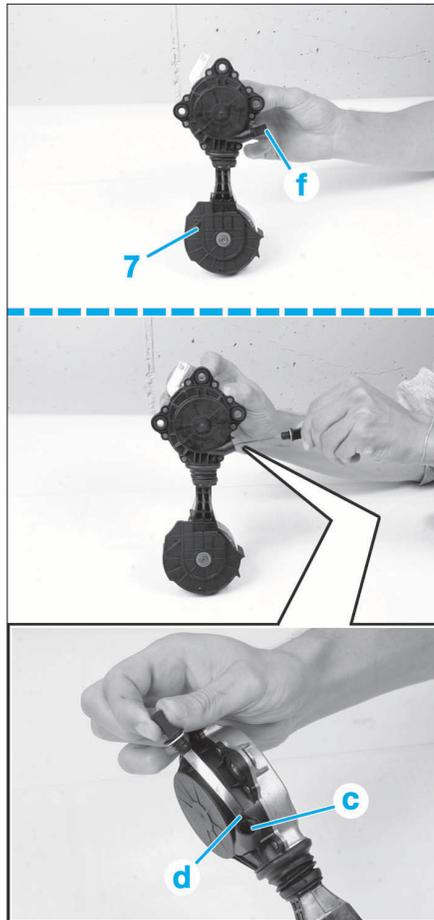

FIG. 21
- Tirer sur la languette (f) et enclencher l'encoche (d) sur le téton (c) (Fig.21).
- Vérifier que le galet (1) et la roue de friction (3) tournent librement sans point dur.